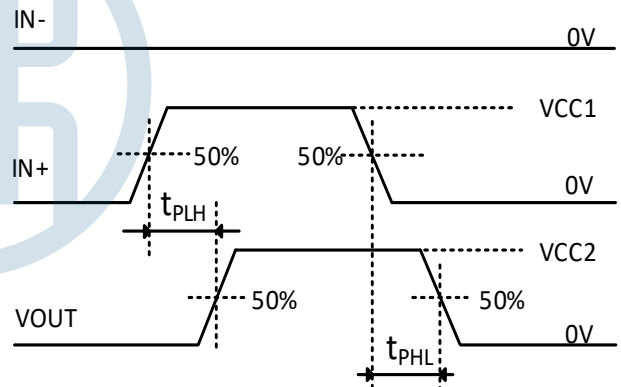

图 22. 传播延迟波形测试方法
(1)  $t_{PLH}$  传播延迟是从同向输入信号上升沿或反向输入信号下降沿的 50% 水平至信号上升沿的 50% 水平,  $t_{PHL}$  传播延迟是从同向输入信号下降沿或反向输入信号上升沿的 50% 水平至信号上升沿的 50% 水平。参见图 22。